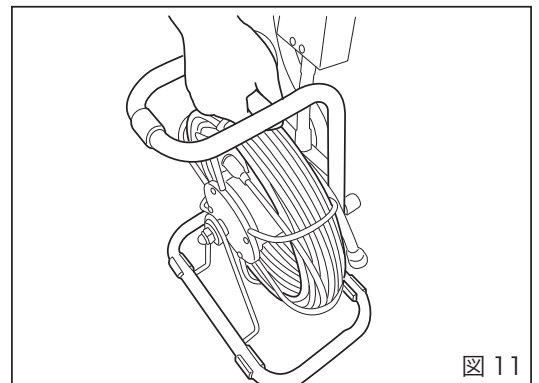

図 11
- ② 手で持って移動される場合はケーブルドラム内にカメラヘッドを収納し、ケーブルドラムストッパーでケーブルを固定した状態で、持ち手部分を持って移動させてください。(図 11、12)